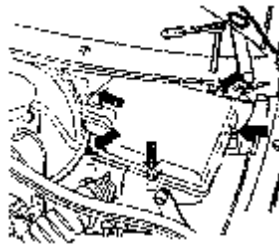

图 3-9 拆下 ECU 的罩盖
- (1) 连接故障阅读仪 V. A. G1551 (V. A. G1552), 打开点火开关, 并用地址码 01 选定发动机控制装置。打印控制单元标识和对现有控制单元的编码。然后结束输出, 关闭点火开关。
- (2) 拆下控制单元 (ECU) 的保护盒的罩盖。如图 3-9 所示。